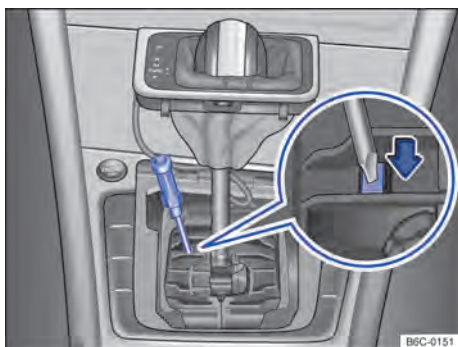

Fig. 99 Desinstalar a cobertura da alavanca seletora e destravar o bloqueio da alavanca seletora emergencialmente.
- Com o auxílio de uma chave de fenda pressionar cuidadosamente a alavanca de destravamento no sentido da seta e manter nessa posição → Fig. 99.